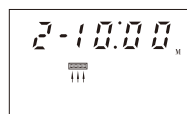

图3A
- U2罐运行，U1罐反洗显示：图3A/3B/3C/3D/3E每隔5秒循环显示；